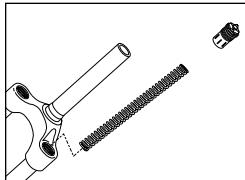

Fig. 4
2. Entfernen Sie die Federgruppen (Abb. 4).